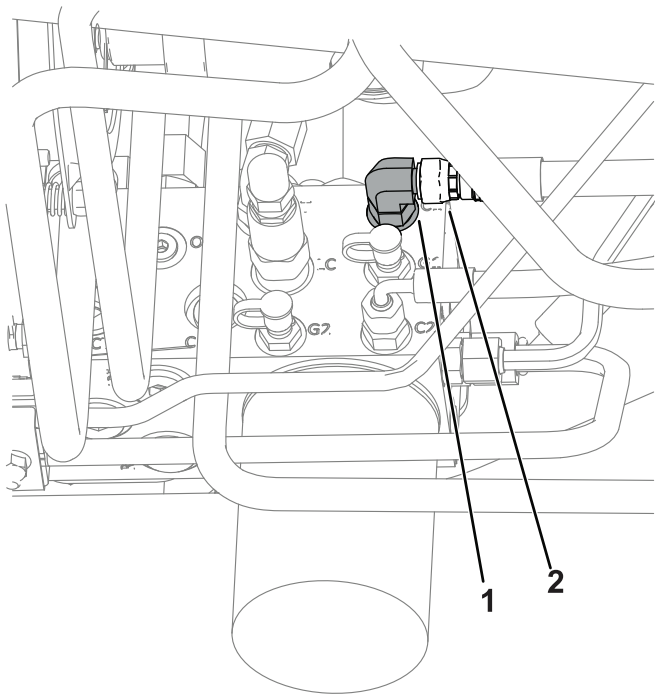

Figure 6
- Débranchez le raccordement de flexible du raccord situé dans l'orifice C1 (Figure 6).